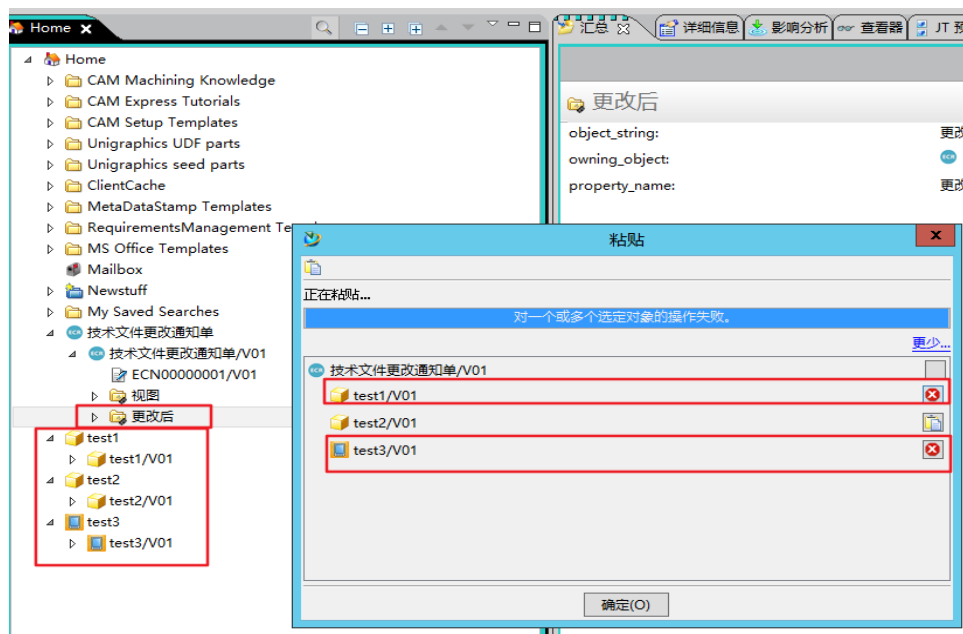

图 6
6) 验证效果, test1 和 test2 属于指定的类型 test3 属于其他类型, 但 test1 所有者和 ECNRevision 不同, test2 和 ECNRevision 相同, 所以只有 test2 关系建立成功。如图 6